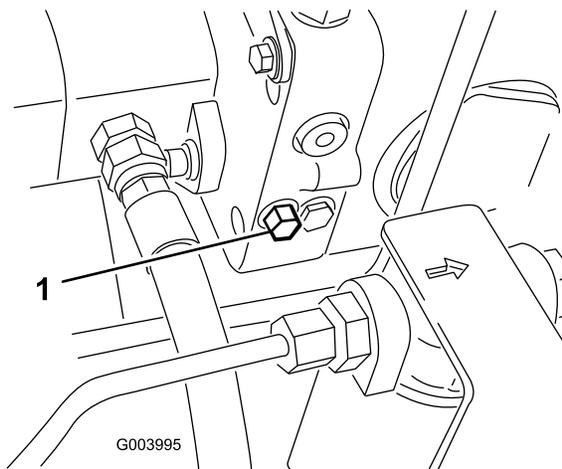

Figura 44
1. La valvola di bypass è situata sul lato sinistro dell'idrostatato (Figura 44). Fate ruotare di un giro e mezzo il bullone per aprire e lasciare bypassare l'olio all'interno. Dal momento che il fluido viene bypassato, potete spostare lentamente la macchina senza danneggiare la trasmissione.